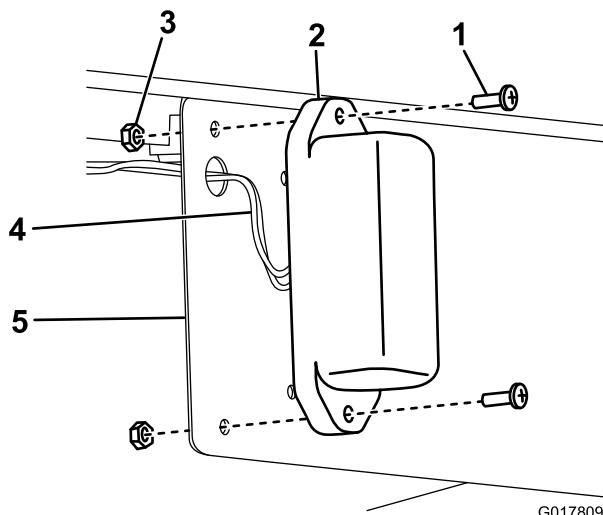

Рисунок 13
- Прикрепите две лампы освещения номерного знака к кронштейну номерного знака с помощью оставшихся винтов (10-24 x 5/8 дюйма) и контргаек (Рисунок 13).